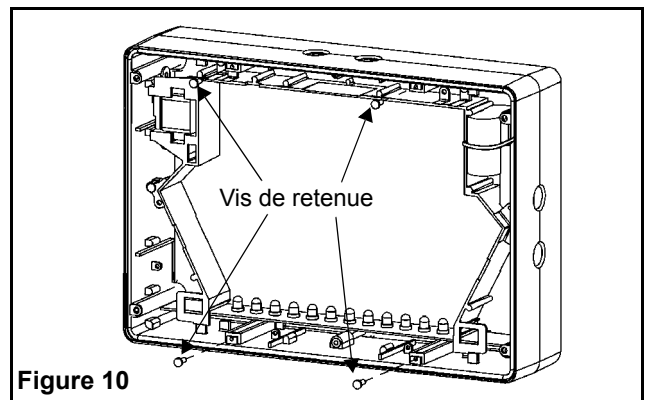

Figure 10
3. Installer les 4 vis de retenue du panneau arrière (voir figure 10)